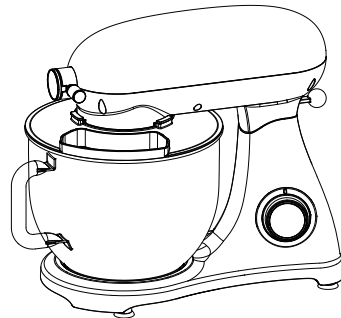

Fig 6
6. 핸들을 위로 올려 주셔서 믹서 상단부에 체결되어 있는 용기 뚜껑과 용기가 결합되게 해주십시오. (Fig 6 참고)